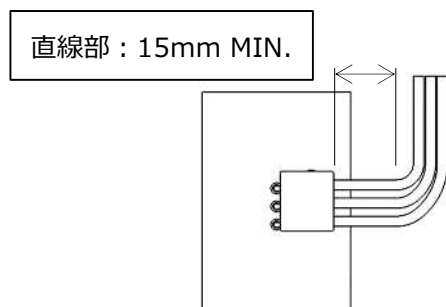

図.35 電線引き出し方法
- ①電線を横に引き出す場合は、端子と側壁に過度な力が掛からない様に図 35 に示す直線部(最低 15mm)を設けて下さい。
- ②直線部を設け、任意の R で電線を曲げて横方向に引き出して下さい。